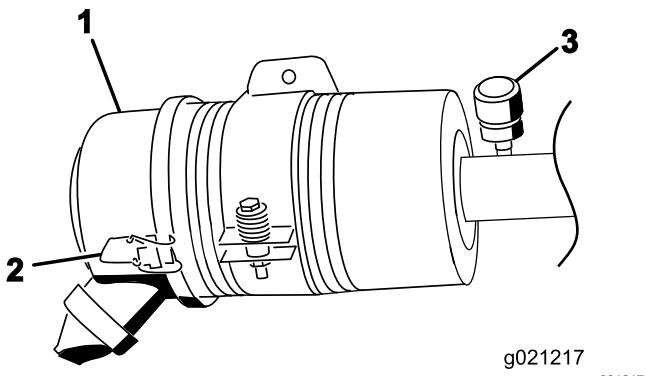

Figura 53
Revise el filtro del limpiador de aire únicamente cuando el indicador de mantenimiento (Figura 53) lo requiera. El cambiar el filtro antes de que sea necesario sólo aumenta la posibilidad de que entre suciedad en el motor al retirar el filtro.
1. Abra los enganches que fijan la tapa del limpiador de aire a la carcasa del limpiador de aire (Figura 53).